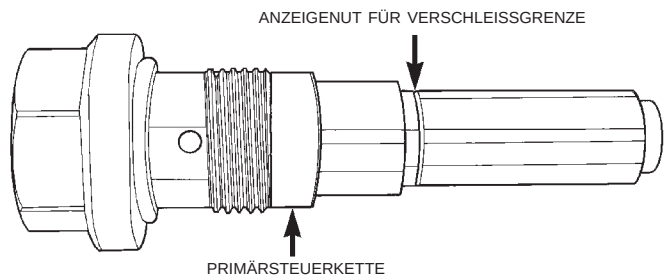

Abb. 100 Steuerkettenspanner (Primärkette)
- (1) Rechten Ventildeckel abbauen.
- (2) In den Hohlraum des Nockenwellenantriebs im Zylinderkopf blicken und den Kolben des Primärkettenspanners prüfen. Kurbelwelle nach rechts drehen, um die Kette zu straffen und den größten Hub des Spannkolbens zu erreichen. Falls auf dem Kolben eine gefräste Nut sichtbar ist (Abb. 100), haben die Steuerkette und/oder dazugehörige Einzelteile ihre Verschleiß- bzw. Dehnungsgrenze erreicht.
- (3) Alle Kettenführungen, Kettenräder und Spannvorrichtungen auf Verschleiß prüfen. Bei Bedarf aus-